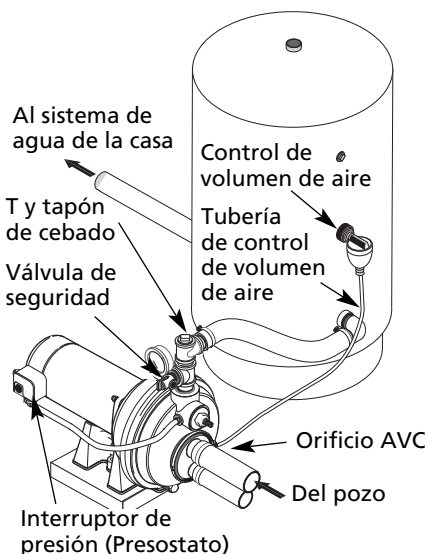

Figura 11 – Conexiones del Tanque Normal
CONEXION DEL TANQUE NORMAL (FIGURA 11)
4. Retire el tapón de tubería de 1/8 pulg. NPT del orificio de Control de volumen de aire (AVC) de la bomba (véase la Figura 11). Conecte una tubería desde el orificio AVC de la bomba hasta el orificio en el AVC que está montado en el tanque. Consulte las instrucciones suministradas con el tanque y el AVC para ver más detalles.